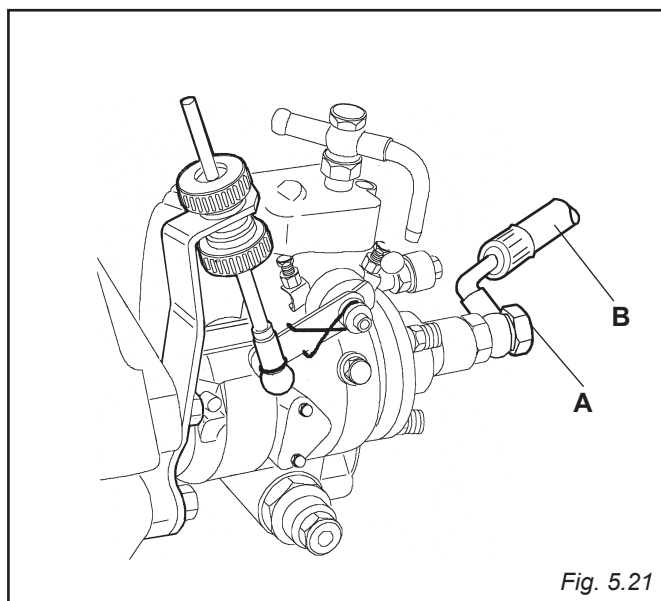

Fig. 5.21
5.28 FUEL FEED LINE FROM THE FILTER TO THE INJECTION PUMP (FIG. 5.21)